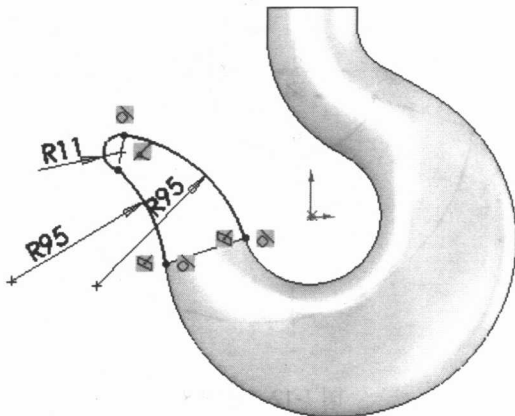

图 1-14 草图 9
① 创建辅助草图-草图 9。在特征管理器设计树中选择“前视基准面”作为草图绘制平面，单击标准视图工具栏中的 （正视图）工具，使前视基准面成正视。单击 （草图绘制）工具，再单击草图工具栏中的 （三点圆弧）工具绘制草图。单击尺寸/几何关系工具栏中的 （智能尺寸）工具标注尺寸，利用 （添加几何关系）工具添加相切、穿透几何关系，如图 1-14 所示。单击 （退出草图）图标，完成草图 9 的绘制。